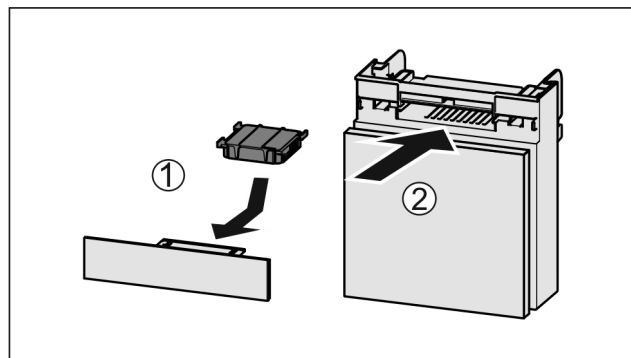

Fig. 117
- Umetnite filtara s aktivnim ugljenom kao što je prikazano na slici Fig. 117 (1).
- Umetnite pretinac Fig. 117 (2).